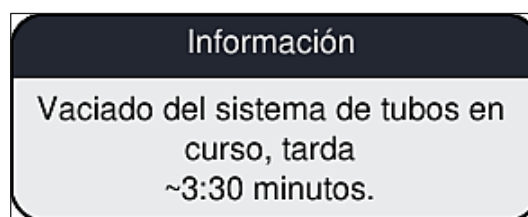

Fig. 106
6. En la pantalla aparece un mensaje de información (→ Fig. 106) que informa al usuario sobre la duración. Este mensaje desaparece una vez completado el bombeo de aire.